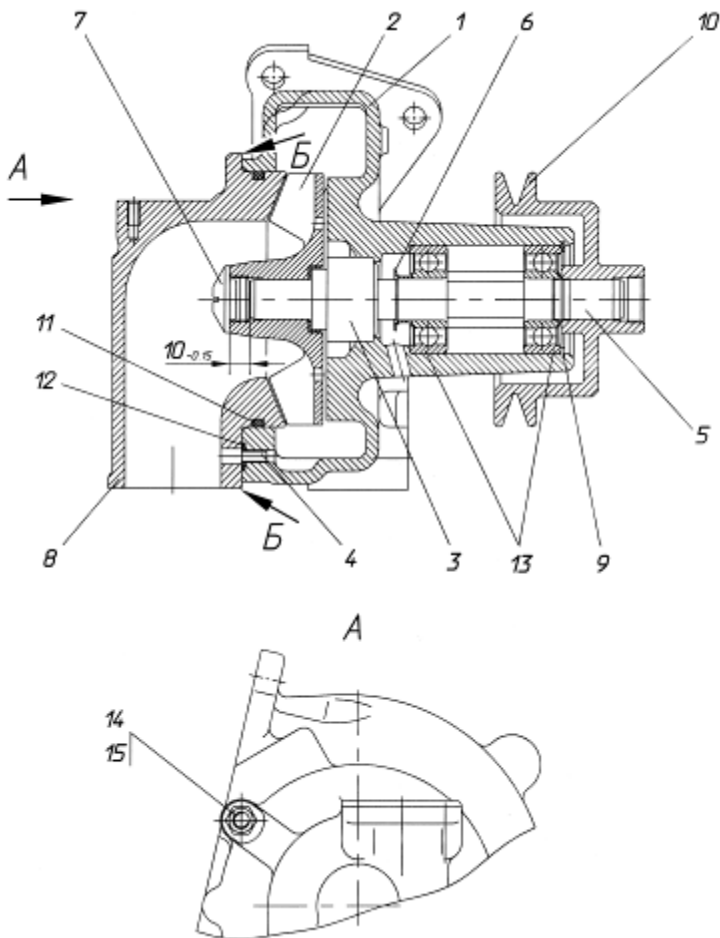

Рис. 96. Водяной насос:
5. Отвернуть гайки 14 (рис. 96) патрубка 8.
13. Выпрессовать из корпуса 1 вал 5 с водосбрасывателем 6 и подшипниками 13 (см. рис. 96).
2. Напрессовать на вал 5 (рис. 96) подшипники 13 и водосбрасыватель 6. При этом необходимо:
9. Напрессовать крыльчатку 2 в сборе с манжетой и уплотнительной втулкой на вал 5 (рис. 96). При этом необходимо:
- установить крыльчатку ив валу в размер 100,15 мм (рис. 96) между торцом вала и торцом ступицы крыльчатки. Для этого необходимо при запрессовке установить на торец вала диск диаметром не более 13 мм и высотой 100,15 мм.